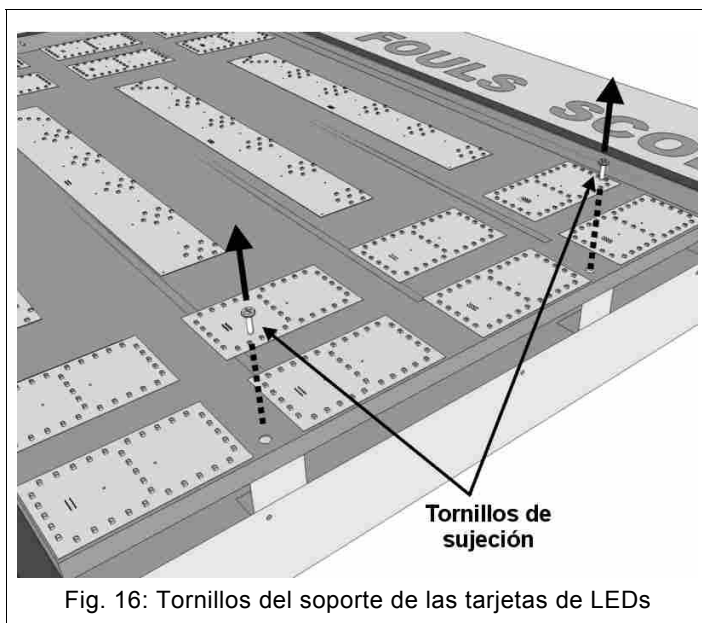

Fig. 16: Tornillos del soporte de las tarjetas de LEDs
4. Quite los dos tornillos del soporte metálico de las tarjetas de LEDs (Fig. 16), del lado derecho de éste, usando un destornillador de cruz.